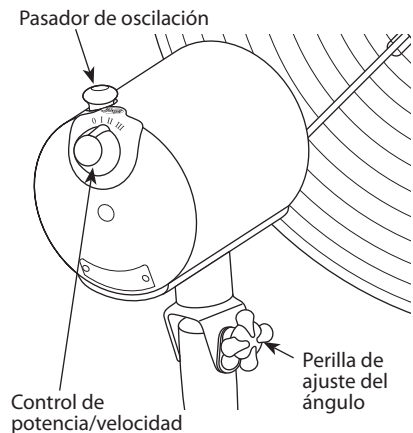

FIGURA 13
- Encienda ("ON") o apague ("OFF") el ventilador girando el control de potencia/velocidad en sentido horario o antihorario. Vea la Figura 13. La energía siempre debe estar apagada (OFF) antes de desconectar el ventilador.
5. Para ajustar el flujo de aire hacia arriba o hacia abajo, afloje la perilla de regulación de ángulo debajo del motor. Vea la Figura 13. Coloque el ventilador en la posición deseada y apriete la perilla de regulación de ángulo.
6. Para hacer que el ventilador oscile, empuje hacia abajo el pasador. Para que el ventilador deje de oscilar, tire del pasador de oscilación hacia arriba. Vea la Figura 13.